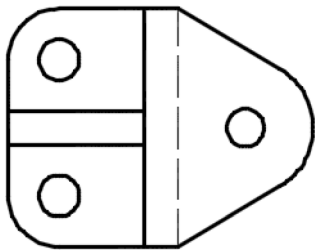

图 13-18 绘制两个圆
13) 绘制两个圆。使用 CIRCLE 命令绘制图 13-18 所示的两个圆，这两个圆的圆心均位于相应圆角的圆心处，半径均为 6。